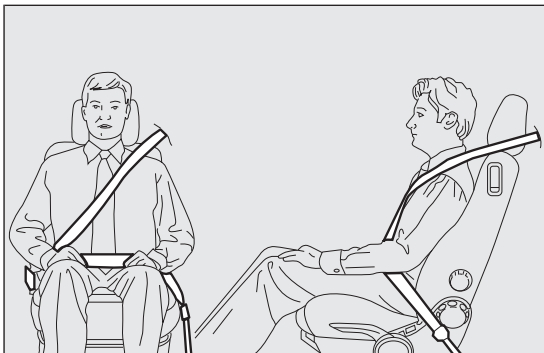

fig. 100
**ADVERTENCIA** El cinturón no debe estar enrollado. La parte superior debe pasar por encima del hombro y atravesar diagonalmente el tórax. La parte inferior debe estar adherida a la cadera (como se indica en fig. 100) y no al abdomen del pasajero. No utilizar dispositivos (pinzas, seguros, etc.) que impidan la correcta adherencia de los cinturones al cuerpo de los ocupantes.